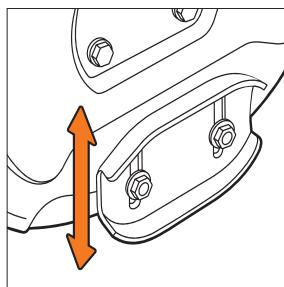

Рис. 16
- Затяните гайки с моментом 25 Нм. Лыжи имеют две рабочие поверхности, когда одна из сторон изнашивается переверните на её 180° (Рис. 16).